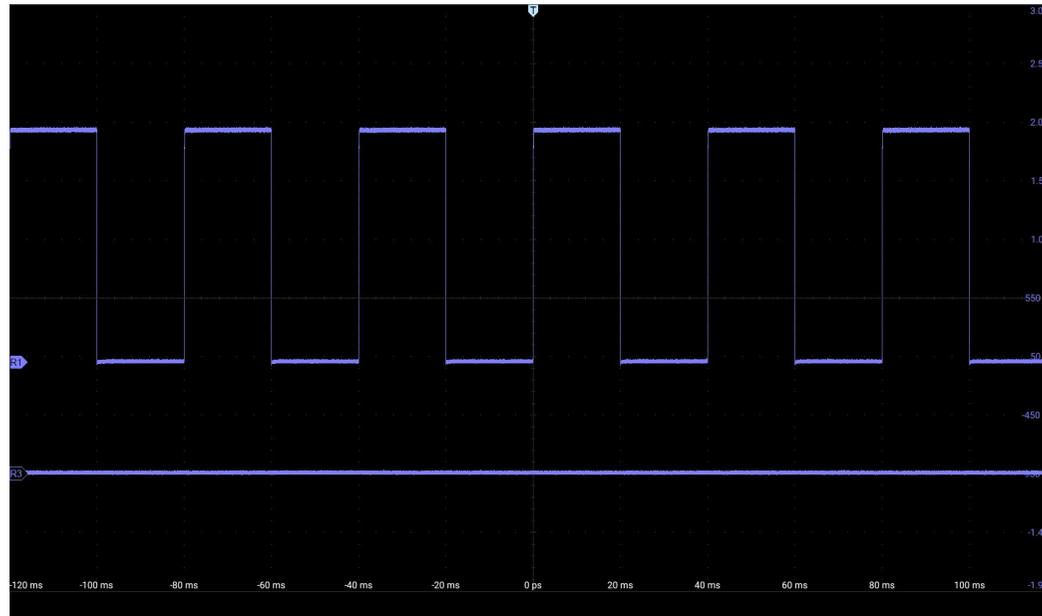

图 9-7 当前参考通道
- 3) 点击需要调用的参考波形文件名，该文件载入到 R1 通道，此时 R1 通道打开为当前通道波形，且参考波形通道零点图标也不再空心显示。如图 9-7 所示，图中 R1 参考波形为当前参考通道。